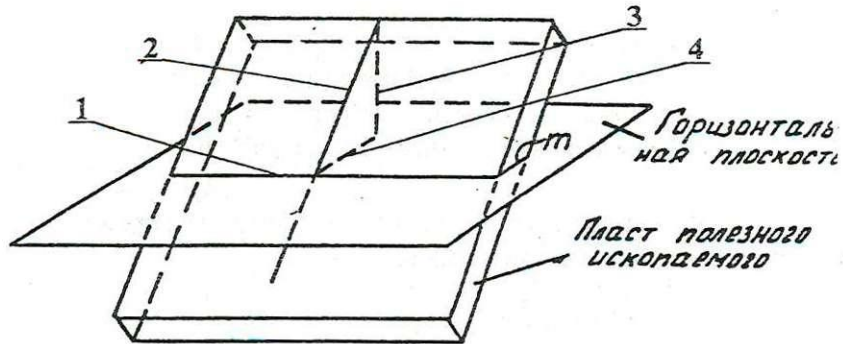

Рис. 1.33
31. На рис.1.33 изображены элементы залегания месторождения, укажите линию простираания.